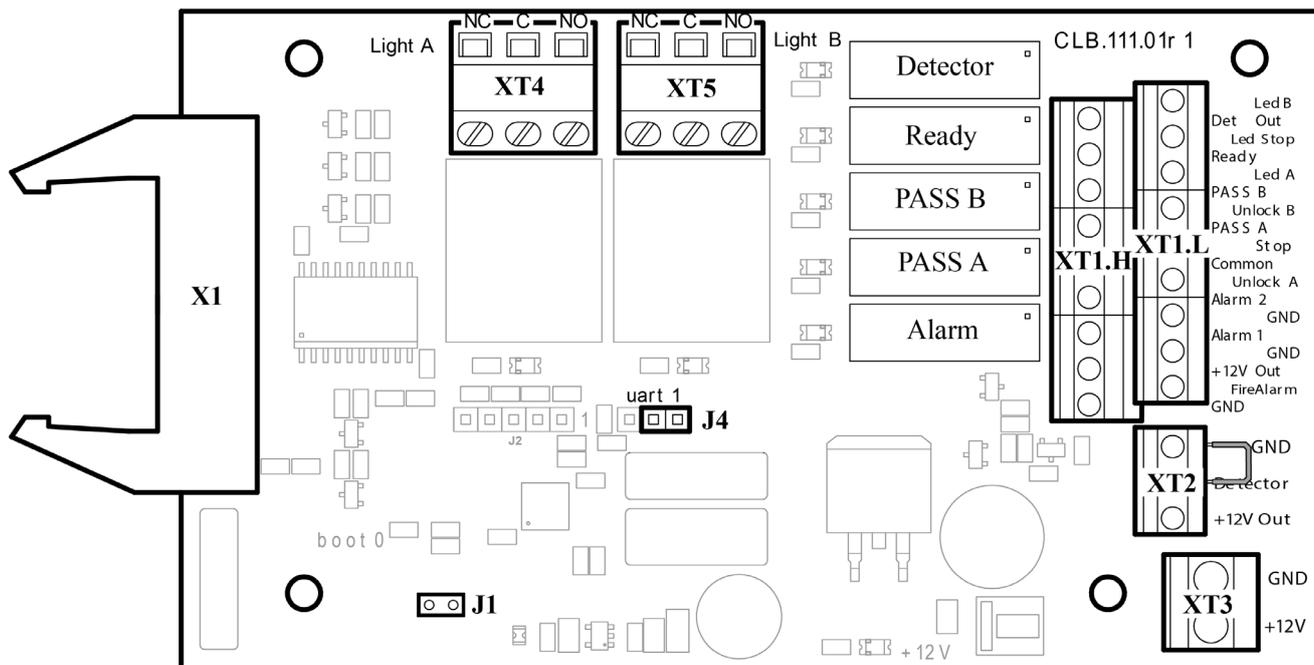

Рисунок 4. Внешний вид платы CLB
Внутри стойки под левой внешней стенкой (2) установлена плата управления турникетом CLB. К ней подключаются: ПДУ, выходы контроллера СКУД, устройство РУ, ДКЗП, устройство аварийной разблокировки турникета *Fire Alarm* (далее – *устройство Fire Alarm*). Подключение внешних устройств производится в соответствии со схемой электрических соединений турникета (см. рис. 4 и 13).
На плате CLB (см. рис. 4) расположены:
Выбор режима управления осуществляется снятием / установкой перемычки на разъем J1 платы управления. Расположение разъема J1 показано на рис. 4 При поставке перемычка установлена, что соответствует импульсному режиму управления турникетом. Для перехода в потенциальный режим управления снимите перемычку. Изменение режима управления произойдет после включения турникета.
ПДУ подключается гибким многожильным кабелем к контактам *Unlock A*, *Stop*, *Unlock B*, *Led A*, *Led Stop*, *Led B* и *GND* клеммной колодки **XT1.L** платы управления (см. рис. 4 и 13).
Подключение устройства *Fire Alarm* производится к клеммной колодке **XT1.L** платы управления согласно схеме электрических соединений (см. рис. 4 и 13). Если вход *Fire Alarm* не используется, то необходимо установить перемычку между контактами *Fire Alarm* и *GND*. При поставке данная перемычка установлена.
Факт подачи напряжения на обмотку реле можно определить по загоранию соответствующего красного светодиода, установленного на плате управления вблизи соответствующего реле (см. рис. 4).